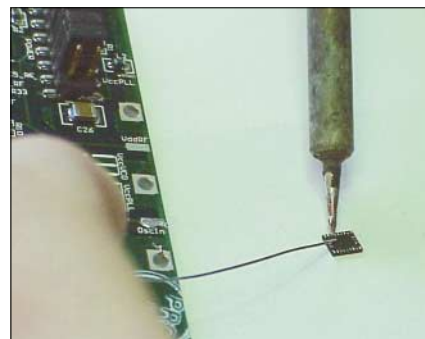

Bild 7: Verzinnen des Bauelements
► Nun sind die Anschlussflächen des oberflächenmontierbaren Bauelements zu verzinnen (Bild 7).